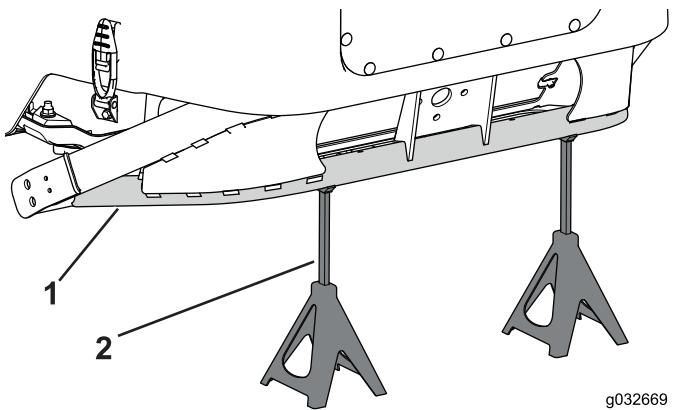

Figura 115
2. Utilice un gato de suelo para elevar la parte trasera de la máquina lo suficiente para instalar las ruedas de verano, y apoye el bastidor sobre gatos fijos (Figura 115).
6. Utilice un gato de suelo para bajar las ruedas de verano ruedas al suelo, y apoye la parte trasera de la máquina con gatos fijos (Figura 115).